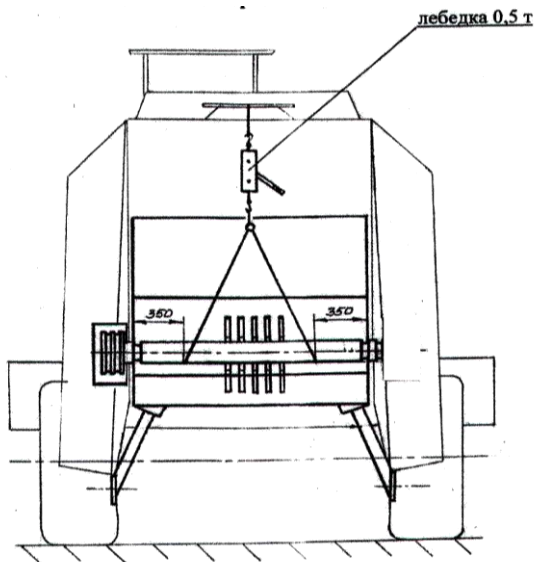

Рисунок 3. Схема строповки измельчителя.
5. Закрепить лебедку на раме копнителя над измельчителем при помощи металлического прута диаметром не менее 20 мм (рис. 3).